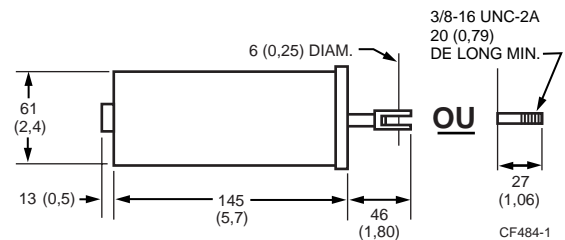

Fig. 1. Encombrement approximatif du MP909D en mm (po).
1. Consulter la Fig. 1 pour obtenir l'encombrement.